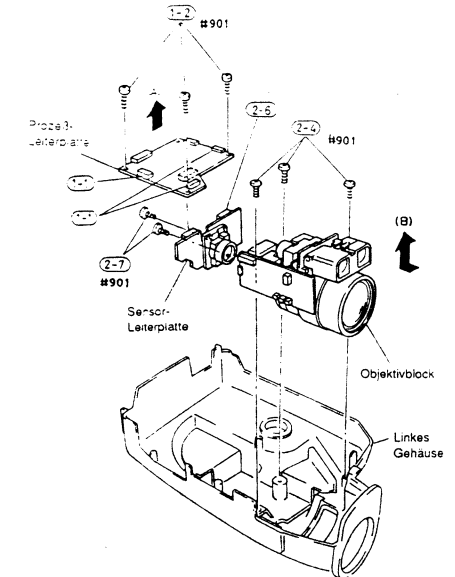

Abb. 2-25
- 1) Zwei (2) Stecker (CN1208, CN1209) und ein (1) Flachkabel (CN1207) von der Prozeß-Leiterplatte abtrennen (siehe Abb. 2-25).
- 2) Drei (3) Befestigungsschrauben der Prozeß-Leiterplatte entfernen.
- 3) Die Prozeß-Leiterplatte in Richtung des Pfeiles (A) entfernen und von der Sensor-Leiterplatte abtrennen. (Die Prozeß-Leiterplatte und die Sensor-Leiterplatte sind über einen Stecker miteinander verbunden.)
- 4) Drei (3) Befestigungsschrauben des Objektivblocks entfernen (siehe Abb. 2-25).
- 5) Den Objektivblock und die Sensor-Leiterplatte von dem linken Gehäuse in Richtung des Pfeiles (B) abnehmen.
- 6) Ein (1) Flachkabel (CN1002) von den Sensor-Leiterplatte abtrennen.
- 7) Zwei (2) Befestigungsschrauben der Sensor-Leiterplatte entfernen.